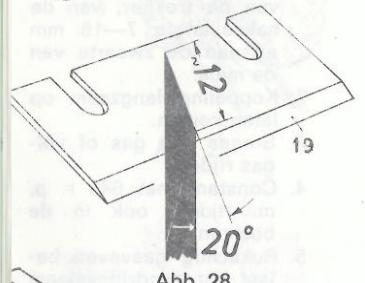
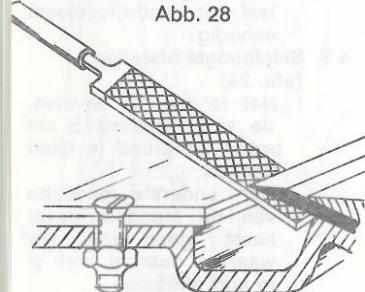

Abb. 28
Abb. 28a
1. Für das Beibehalten von Exakthäcksel, niedrigem Kraftbedarf und **verstopfungsfreiem Arbeiten** ist das rechtzeitige Auswechseln von abgenutzten Messern wichtig. Bei evtl. Nachschleifen der Messer muß die Einhaltung des richtigen Schnittwinkels mit der Schleifschablone kontrolliert werden, Abb. 28. Die Schneidkante muß absolut gerade sein. Der Schleifgrat muß entfernt werden.
Die Messer können auch ohne Ausbau in wenigen Minuten mit einer Schlichtfeile geschärft werden, indem man von unten den Grat abschleift, siehe Abb. 28 a.
When blades are reground, retention of the correct edge angle must be checked by means of the template (Fig. 28).
Blades can be sharpened in a few minutes without removing them from the holders, simply using a smooth-cut file to take away burr from underneath (Fig. 28a).
1. Pour hacher constamment avec précision, pour réduire la consommation de force motrice et pour éviter tout bourrage, il est recommandé de remplacer en temps voulu les couteaux usés. En cas d'affutage éventuel des couteaux, il convient de vérifier l'angle de coupe à l'aide d'un calibre, fig. 28.
Sans les démonter, on peut également affuter les couteaux à l'aide d'une lime douce, à condition de faire disparaître les bavures, voir fig. 28a.
I coltelli possono anche essere affilati in poco tempo senza bisogno di smontarli. Servendosi di una lima togliere le bavure al di sotto della lama (fig. 28a).
Indien de messen geslepen moet worden, dient men de hoek van de snijkant met de mal te controleren (afb. 28). De snijkanten dienen absoluut recht te zijn. Slijspaantjes moeten worden verwijderd. Uw attentie a.u.b.! De messen kunnen ook op de messenschijf worden geslepen; dan vijf men de slijspaantjes met een zotenvijf van onderen af (zie afb. 28a).